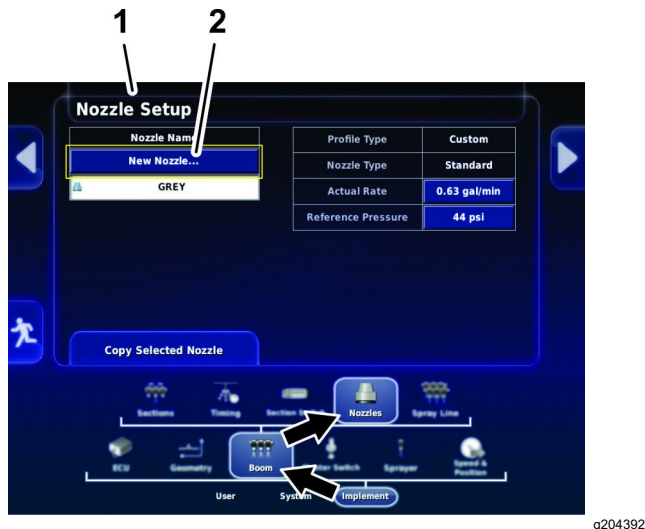

Bild 76
3. Tippen Sie das das Symbol „Implement“, „Boom“ und „Nozzles“ (Bild 76).
4. Tippen Sie auf das Symbol NEW NOZZLE oben auf dem Bildschirm (Bild 76).